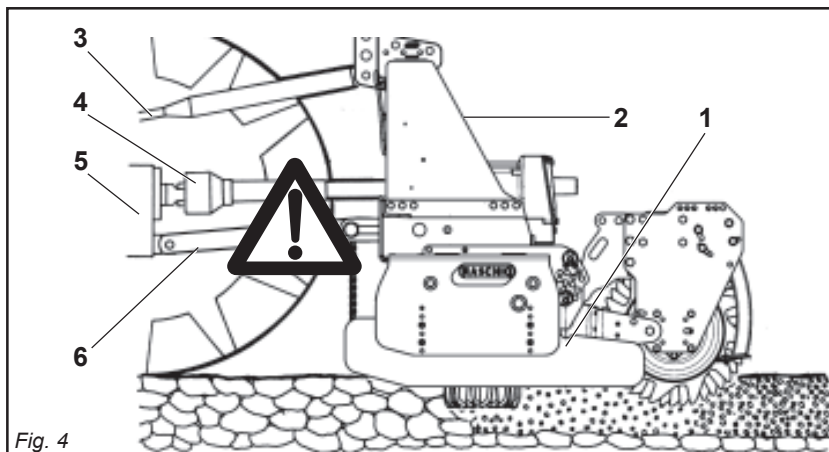

Fig. 4
- 25) È assolutamente vietato interpersi tra il trattore e la macchina (Fig. 4) con motore acceso e cardano inserito nonché senza aver azionato il freno di stazionamento. Mantenersi ad una distanza di sicurezza dalla macchina in lavoro, per possibili lanci di corpi contundenti.
- 29) È assolutamente vietato interpersi fra il trattore e l'attacco della macchina per manovrare il comando dall'esterno per il sollevamento (Fig. 4).
- 25) *Es ist absolut verboten, bei laufendem Motor und eingeschalteter Gelenkwelle zwischen den Schlepper und das Gerät zu treten (Abb. 4). Dazu muß die Feststellbremse gezogen werden. Achten Sie bei der Arbeit mit der Maschine auf den nötigen Sicherheitsabstand aufgrund der Auswurfgefahr stumpfer Gegenstände.*
- 29) *Es ist absolut verboten, zwischen den Schlepper und den Anschluß zu treten, um die Aushebung von außen zu betätigen (Abb. 4).*
- 29) Está absolutamente prohibido colocarse entre el tractor y el enganche para maniobrar el mando desde el externo en la fase de elevación (Fig. 4).